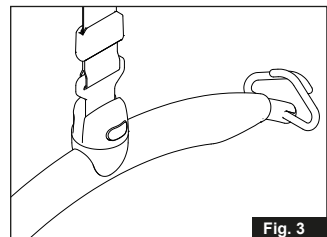

Fig. 3
3. Ruotare l'attacco della cinghia fino a raggiungere la posizione verticale (Fig. 3)